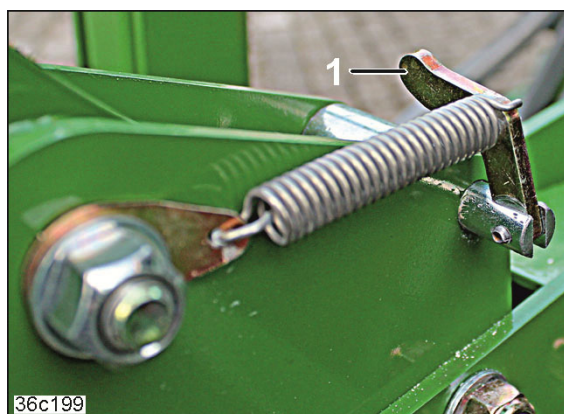

Fig. 197
2. Sving begge gripere (Fig. 197/1) oppover.